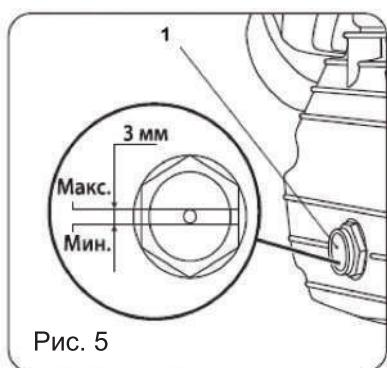

Рис. 5
5. Компрессор поставляется заправленным компрессорным маслом. Проверьте уровень масла в картере, при необходимости дозаполните масло в картер. Снимите с маслозаливного отверстия транспортировочную пробку и залейте масло до максимального уровня (до красной отметки) в смотровое окно 1 (Рис. 5). Закрутите в маслозаливное отверстие вместо транспортировочной пробки сапун (поставляется в комплекте).